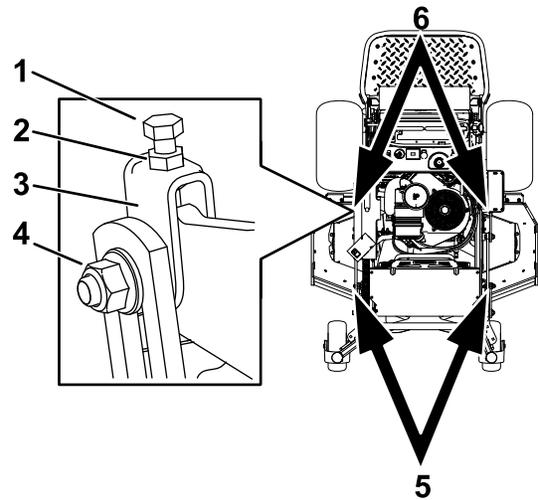

Figura 96
1. Allentate il controdado e il bullone laterale nelle forcelle che desiderate regolare (Figura 96).
2. Ruotate il bullone superiore delle forcelle per regolare l'altezza del piatto di taglio (Figura 96).
5. Se la misurazione non è corretta, individuate le 2 forcelle anteriori sulla macchina (Figura 96).